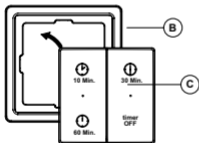

Fig 5.
2. Si cela s'avère nécessaire : Positionnez l'interrupteur C dans le cadre B (fig. 5) et appuyez sur l'interrupteur jusqu'à ce qu'il s'encliquette.